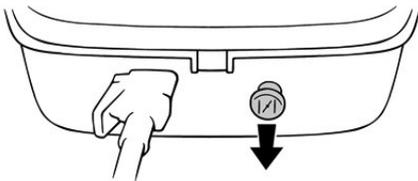

Рис. 31 Рычаг управления воздушной заслонкой
- Если двигатель лодочного мотора холодный, перед запуском вытяните рычаг управления воздушной заслонкой (закрытое положение) (Рис. 31). После запуска двигателя полностью задвиньте рычаг.